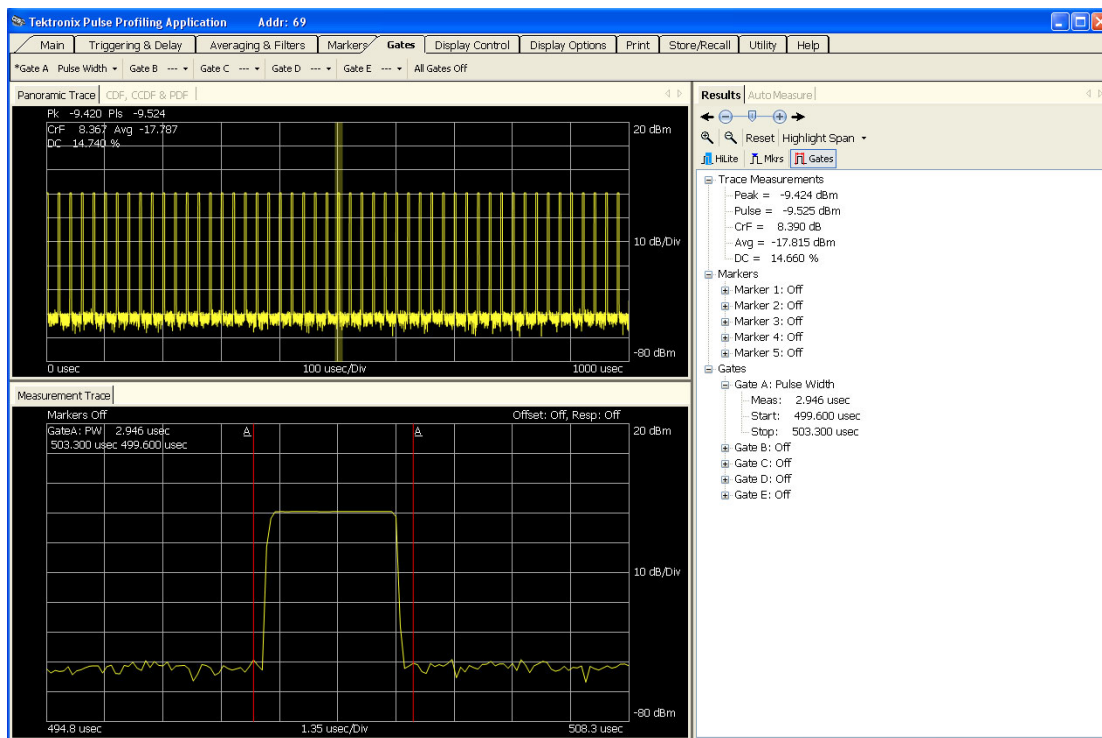

Рис. 5: Границы сегмента для выполнения измерения
- a. Щелкните левую границу в окне измерений и передвиньте ее влево так, чтобы нарастающий фронт сигнала находился справа от нее. (См. рис. 5.)
- b. Щелкните правую границу в окне измерений и передвиньте ее вправо так, чтобы нисходящий фронт сигнала находился слева от нее. (См. рис. 5.)